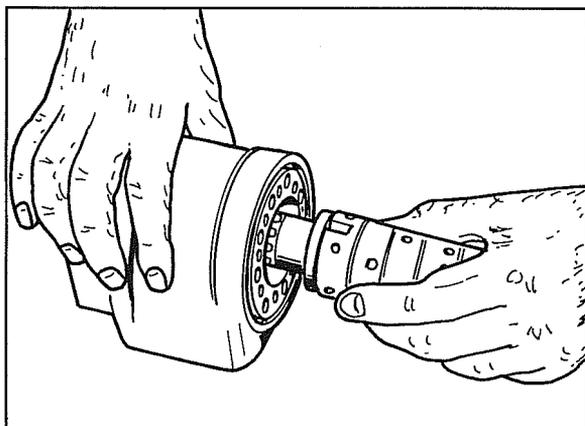

Fig. 66
- Mettre en place le cylindre distributeur sur le corps du groupe en se positionnant comme illustré dans la fig. 66.